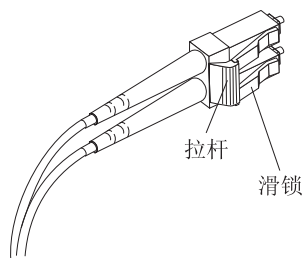

图 35. LC-LC 光纤通道电缆拉杆和滑锁
1. 在 LC-LC 电缆连接到 SFP 模块或主机总线适配器的一端，按住拉杆以松开滑锁，如第 56 页的图 35 中所示。